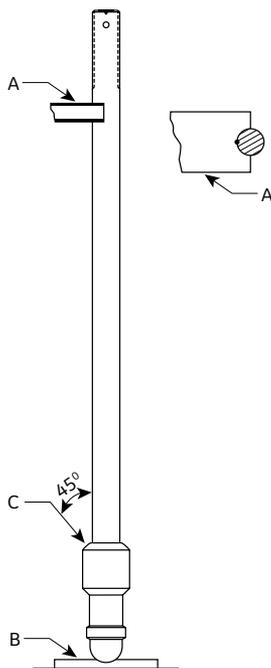

Figura 22: Suporte de Verificação do Fuso
É importante que o fuso seja mantido bem reto para que transmita a força da mola ao disco sem emperramento lateral. O excesso de bloqueio é a causa mais comum de fusos tortos. Um método para verificar as superfícies de trabalho essenciais do fuso é ilustrado na Figura 22. Isto pode ser feito com ou sem o colar do disco e o limitador de elevação no fuso.
Usando a Figura 22 como referência, fixe um bloco V (A) feito de madeira, fibra ou outro material adequado aos trilhos da plataforma. Embuta a extremidade esférica do fuso em uma peça de madeira macia (B) e coloque o topo do fuso, abaixo das roscas, no bloco V (A). Fixe um indicador de disco sobre os trilhos e localize-o no ponto (C). A leitura total do indicador não deve exceder 0.007" (0.18 mm) quando o fuso for girado. Se exceder, o fuso deve ser endireitado antes de ser reutilizado. Para endireitar o fuso, posicione a parte não rosca da extremidade pequena e grande em blocos em V apoiados, com o ponto de leitura de indicador máximo para cima e depois aplique uma força para baixo com uma prensa almofadada ou macaco, conforme necessário, até que o fuso esteja dentro das especificações.